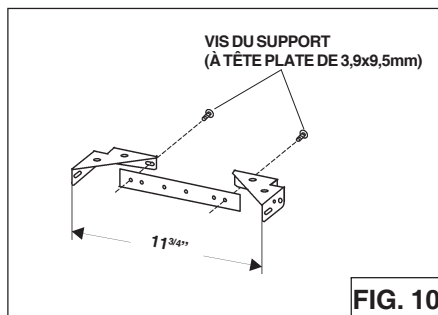

FIG. 10
1. Montez le support de montage du carneau en réglant la largeur extérieure comme indiqué. (Fig.10)